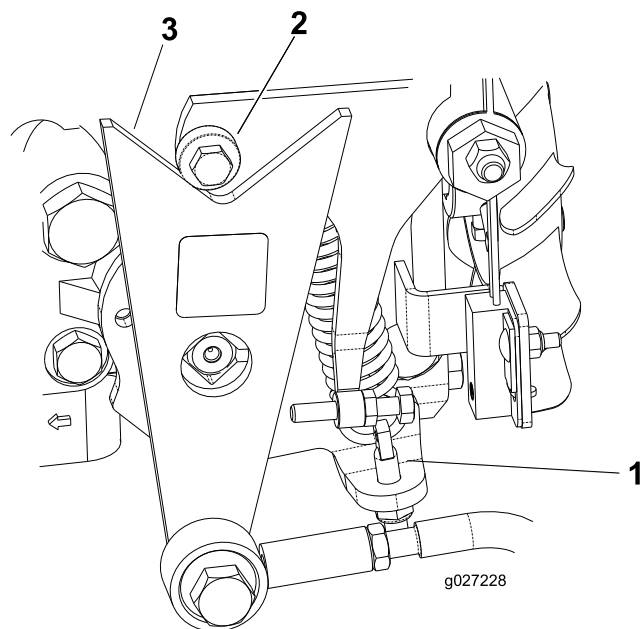

图 43
- 如果车轮的旋转方向正确请停止发动机并调节弹簧调节销锁紧螺母 图 43。调节驱动空档位置请参阅 将牵引驱动装置调至空档 \(页码 26\)。